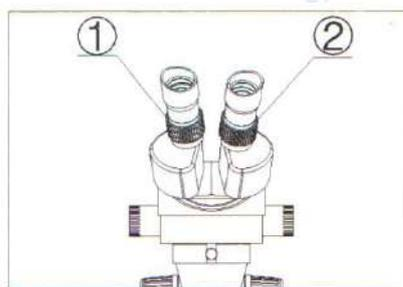

Рисунок 3
5. Посмотрите в правый окуляр. Если изображение расплывчатое, крутите регулятор 2, пока изображение образца не станет чётким (см. рисунок 3).
7. Выкрутите ручку на максимум. Посмотрите в левый окуляр. Если изображение расплывчатое, крутите левую ручку 1 до тех пор, пока изображение не станет чётким (см. рисунок 3).